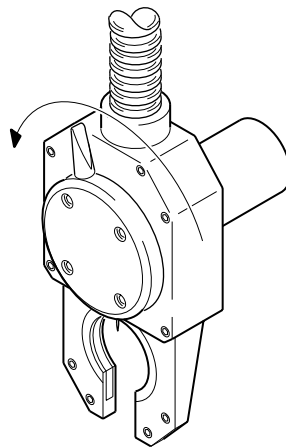

Рисунок 25. Разблокировка фиксирующего рычага
1. Поверните фиксирующий рычаг на сварочной головке против часовой стрелки до упора. См. рисунок 25.